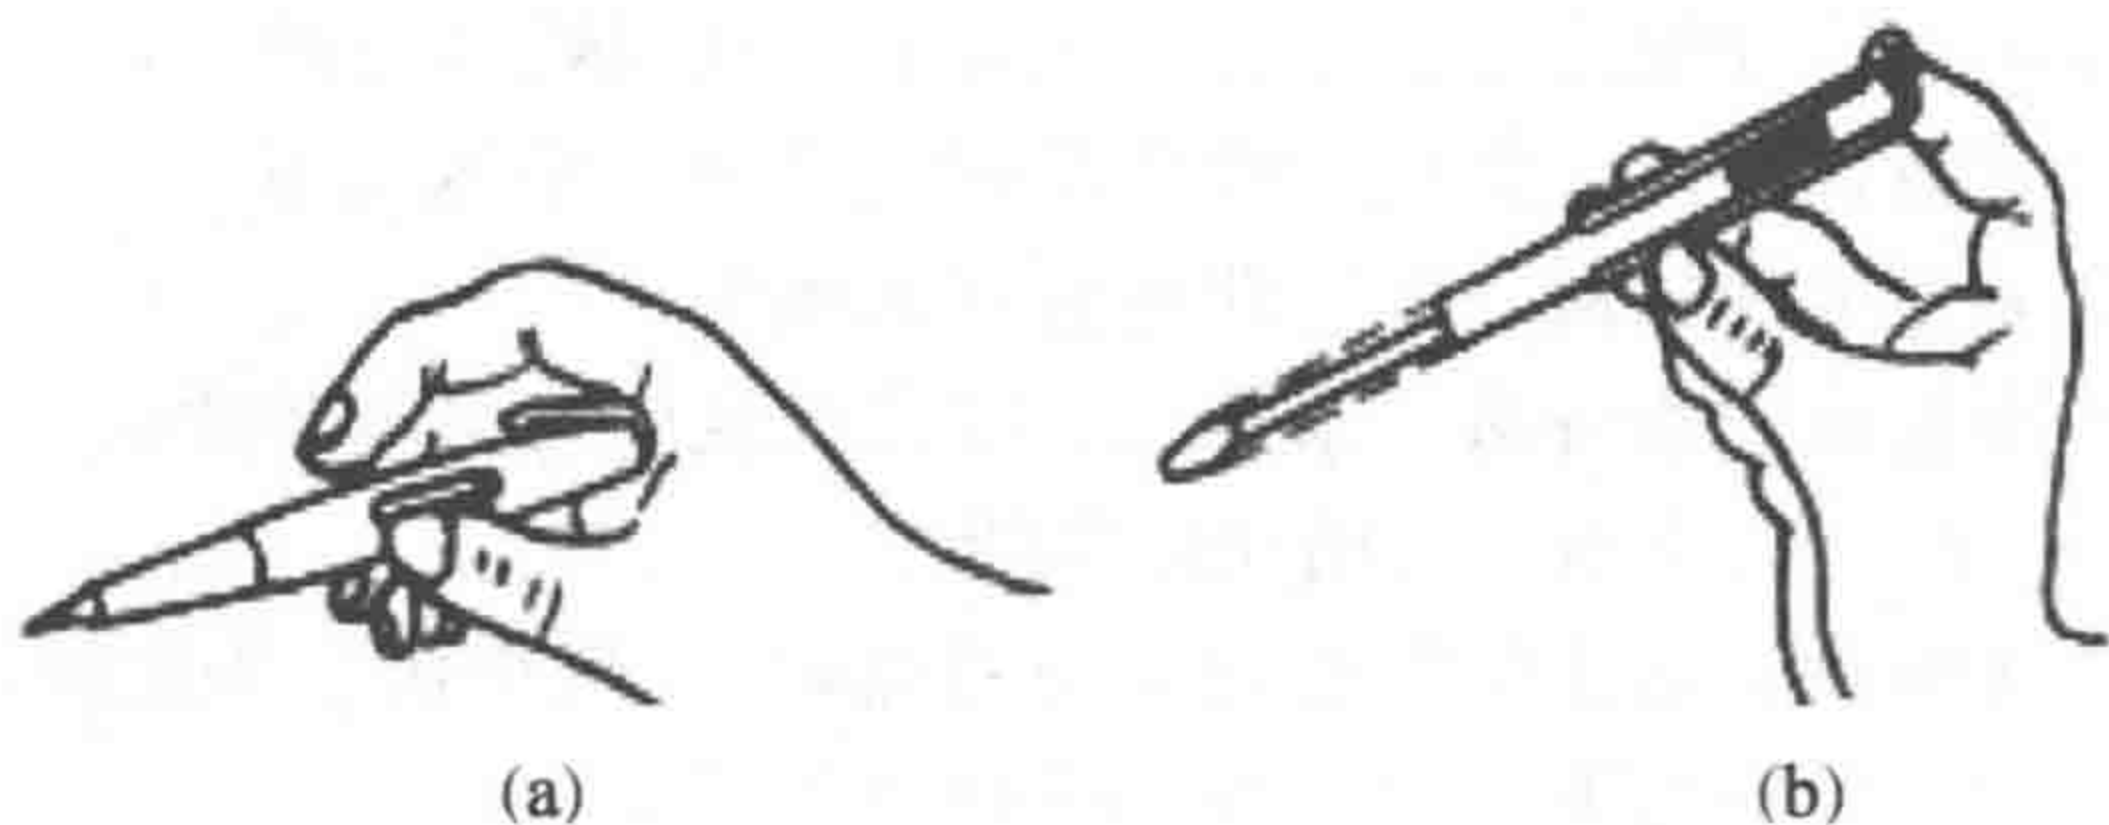

图 1-2-1 低压验电器握法
- (1) 必须按照图 1-2-1 所示方法握妥笔身，并使氖管小窗背光朝向自己，以便于观察。
- (2) 为防止笔尖金属体触及人手，在螺钉旋具式验电笔的金属杆上，必须套上绝缘套管，仅留出刀口部分供测试需要。
- (3) 验电笔不能受潮，不能随意拆装或受到严重振动。
- (4) 应经常在带电体上试测，以检查是否完好；不可靠的验电笔不准使用。
- (5) 检查时如果氖管内的金属丝单根发光，则是直流电；如果是两根都发光，则是交流电。